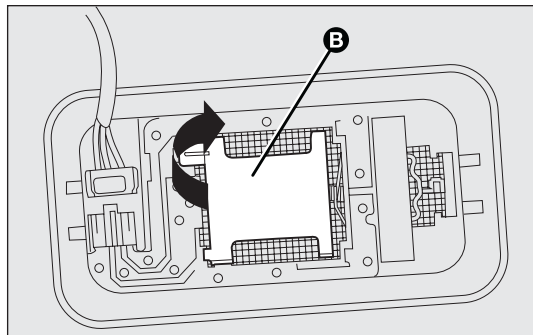

fig. 169
- ❑ ouvrir la couverture B-fig. 169 comme indiqué ;
- ❑ refermer la couverture B-fig. 169 et fixer le plafonnier dans son logement en s'assurant de son blocage.